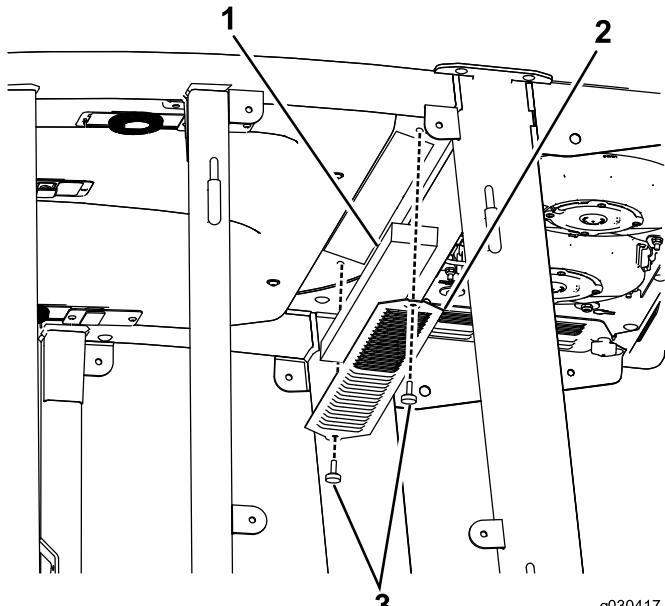
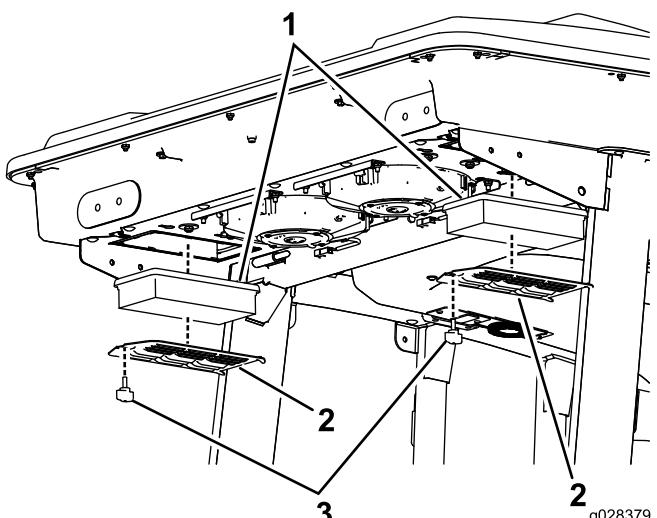
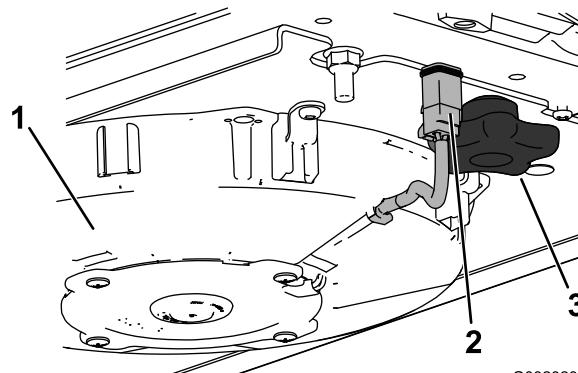

Figura 56
Figura 57
Figura 58
1. Retire los tornillos moleteados y las rejillas que cubren el filtro interior y el filtro trasero de la cabina (Figura 56 y Figura 57).
2. Desconecte el cable de cada ventilador (Figura 58).
3. Retire los dos pomos y el conjunto del ventilador (Figura 58).
5. Retire los filtros de aire (consulte Figura 57).
7. Instale los filtros de aire, la rejilla y el conjunto del ventilador (Figura 57, Figura 59 y Figura 58).
8. Conecte el cable de cada ventilador (Figura 58).